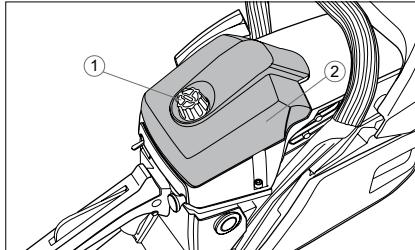

Fig. 24
1. Deșurubați elementul de fixare 1 (fig. 24) și scoateți capacul filtrului de aer 2.